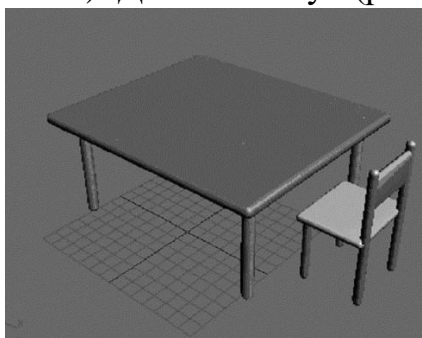

Рис. 2.4. – Изображение сцены из улучшенных примитивов
2. Создайте аналогичное изображение стола на основе улучшенных примитивов (Extended Primitives). Добавьте стул (рис. 2.4).